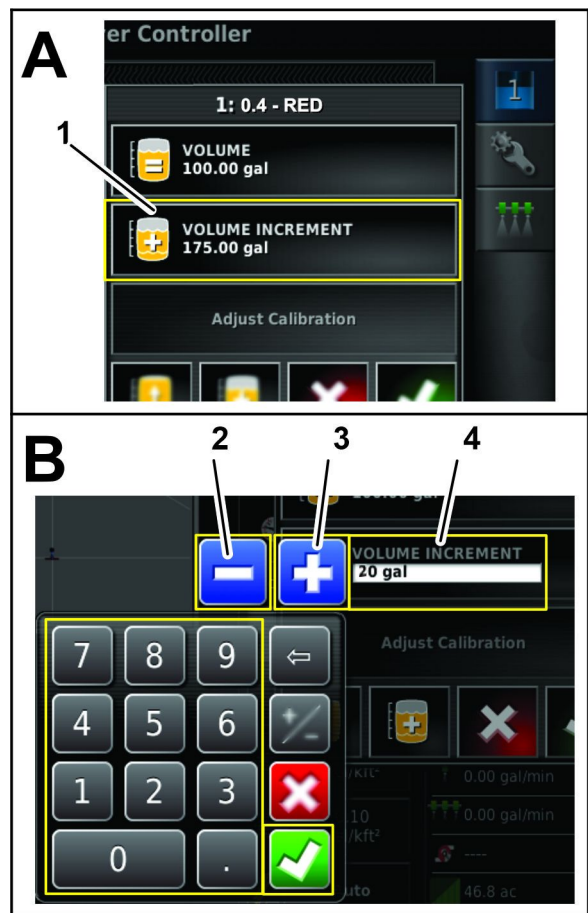

Figura 126
1. Premete l'icona RIEMPIMENTO SERBATOIO (Figura 126).